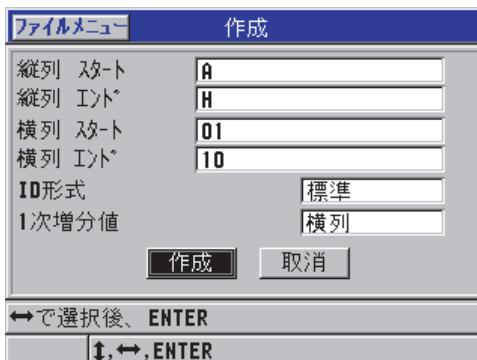

図 6-24 2-D グリッドデータファイルタイプに対する **ID** 範囲の構成
- 作成画面で、以下の操作を行います（105 ページの図 6-24 を参照）。